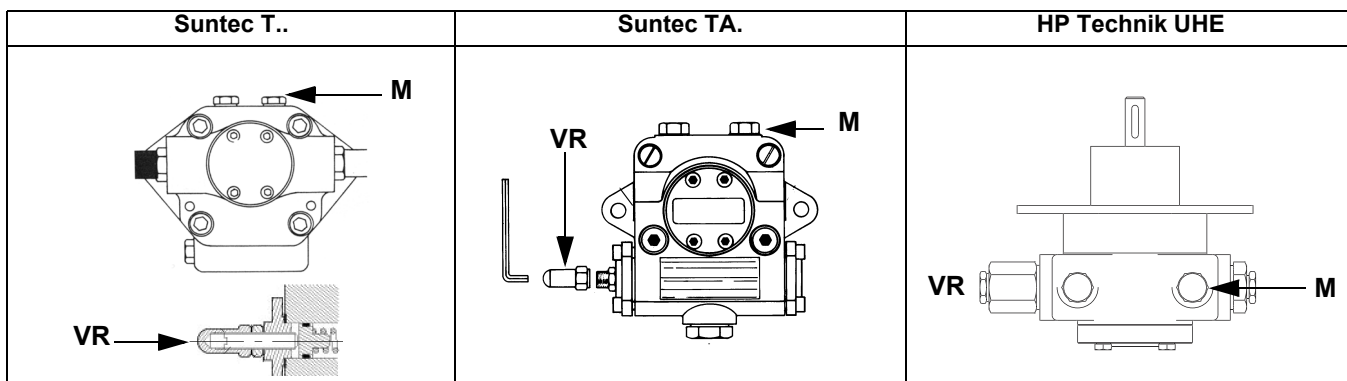

Рис. 14
- 3 выпустить воздух со штуцера (**M**) манометра насоса (Рис. 14), расслабив слегка заглушку, но не снимая ее; затем отпустить контактор;